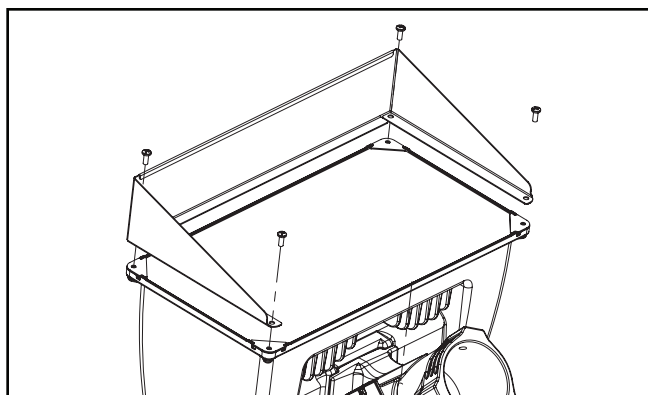

Figure 7.
Visière (Figure 7).
1. Dessserrez et retirez les quatre (4) vis à tête cruciforms 10-24 situées sur la face du luminaire et conservez-les.
2. Alignez la visière sur le dessus des pinces de lentille avec les quatre (4) trous existants. Voir figure 7.
3. Serrez à nouveau les quatre (4) vis à tête cruciforme 10-24 de l'étape 2 à la face du luminaire.